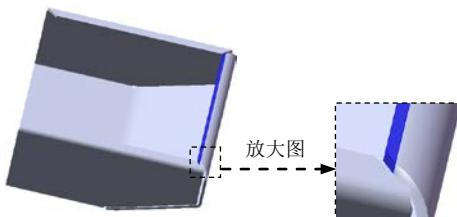
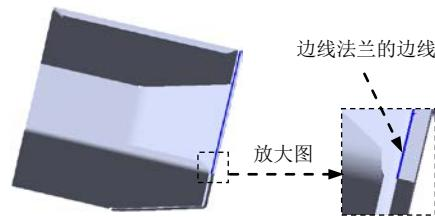

图 9.29 边线—法兰 4
图 9.30 边线法兰的边线
- (1) 选择命令。选择下拉菜单 **插入(I)** → **阵列/镜向(E)** → **镜向(M)...** 命令。
- (2) 定义镜像基准面。选取前视基准面作为镜像基准面。
- (3) 定义镜像对象。选择边线法兰 3 作为镜像 3 的对象。
- (4) 单击 按钮，完成镜像 3 的创建。
Step12. 创建图 9.29 所示的钣金特征——边线—法兰 4。
- (1) 选择命令。选择下拉菜单 **插入(I)** → **钣金(W)** → **边线法兰(E)...** 命令（或单击“钣金”工具栏中的 按钮）。
- (2) 定义特征的边线。选取图 9.30 所示的模型边缘为生成的边线法兰的边线。